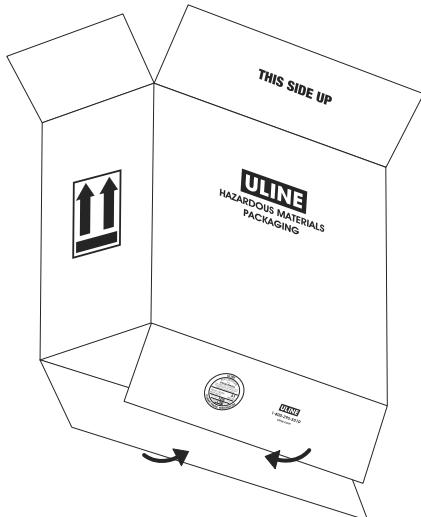

Figure 2
2. Scellez le dessous de la boîte le long de la jointure centrale à l'aide d'une bande de ruban adhésif en polypropylène (2,6 mil) de 5 cm (2 po) de largeur (n° de modèle Uline S-14564). Le ruban adhésif doit dépasser de 7,6 cm (3 po) à chaque extrémité de la boîte. (Voir Figure 2)
3. Scellez chaque jointure latérale du dessous de la boîte à l'aide d'une bande de ruban adhésif en polypropylène (2,6 mil) de 5 cm (2 po) de largeur (n° de modèle Uline S-14564) en formant un H complet pour sceller complètement toutes les ouvertures. Le ruban adhésif doit s'étendre d'un coin de la boîte à l'autre. (Voir Figure 2)